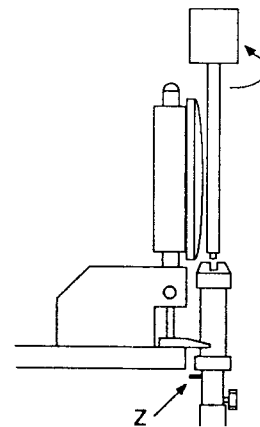

Fig. 25
- Höhe der Bandführungsbolzen P2, P3 so einstellen, daß der untere Führungsbund unter der Oberkante der Einstellplatte liegt (Fig. 25)
- Adjust the height of the Tape Guide Bolts P2, P3 so that the lower guide collar lies below the upper edge of the Post Adjustment Plate (Fig. 25).